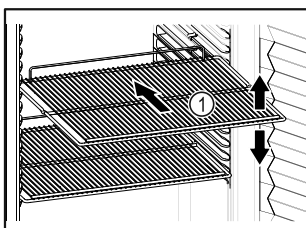

Fig. 59 Simbolična slika
- Če je odlagalna rešetka Fig. 59 (1) premična, jo prilagodite po višini.